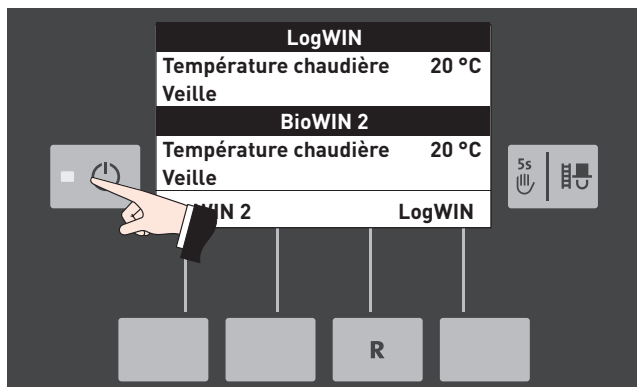

Fig. 7 Extinction de la chaudière
- ▶ Avant d'ouvrir la porte de revêtement, arrêter impérativement la chaudière en appuyant sur la **touche marche/arrêt** (voir Fig. 7) et laisser refroidir (pas d'indications à l'écran).